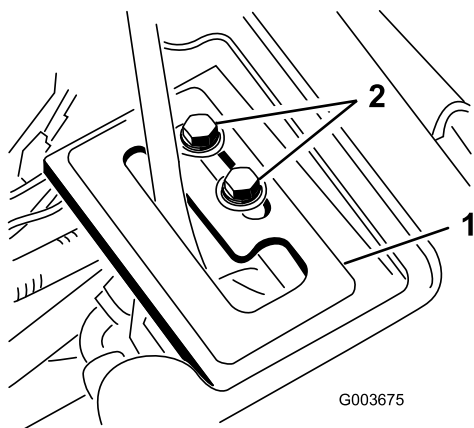

Figure 26
1. Insérez la plaque de guidage sur le levier de levage et fixez-la légèrement au cadre avec 2 vis à embase et rondelles (Figure 26).
7. Lorsque le moteur tourne et que le levier de commande est en position **Flottement**, faites glisser la plaque de guidage jusqu'à ce qu'il soit possible de déployer et de rétracter le vérin de levage à la main (Figure 26).
8. Serrez les vis de fixation de la plaque de guidage du levier pour bloquer le réglage (Figure 26).